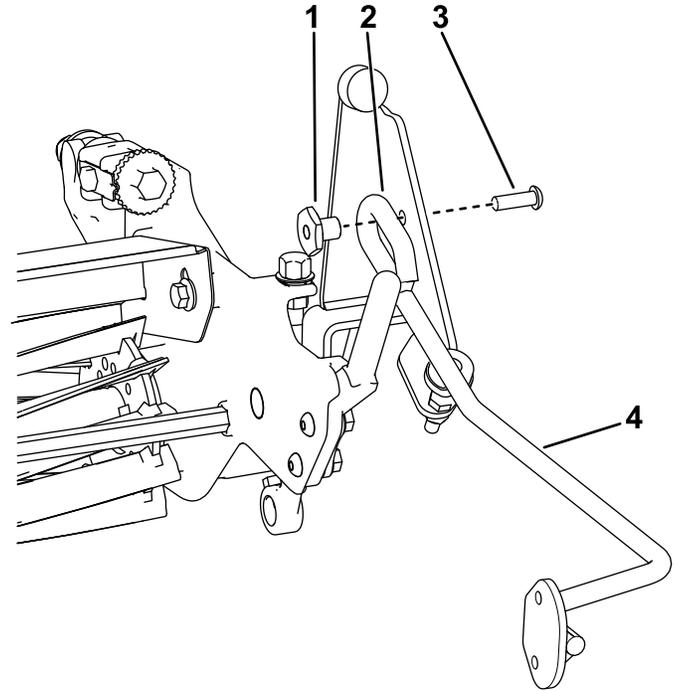

图 3
6. 用一个内六角头螺丝 5/16 x 1 英寸和一个隔片螺母将刷杆安装到两个支架上如图 3。确保刷杆上焊环的位置如图 3 所示。